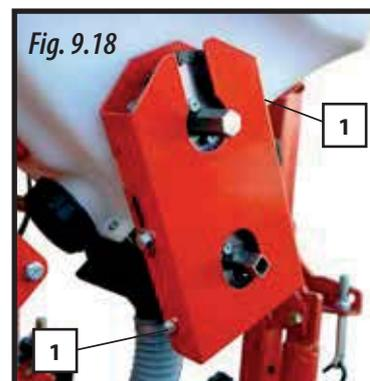

Fig. 9.18
- 1- Quitar los tornillos de sujeción de las tapas (1, Fig. 9.18), para extraer las tapas de su posición.